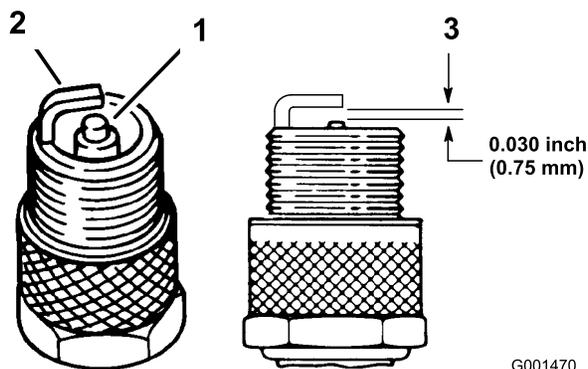

Figura 30
1. Controllate la parte centrale delle candele (Figura 30).
3. Controllate la distanza tra gli elettrodi centrale e laterale (Figura 30).
Nota: Piegate l'elettrodo laterale (Figura 30) se la distanza non è corretta.
3. Collegare i cappellotti alle candele (Figura 30).